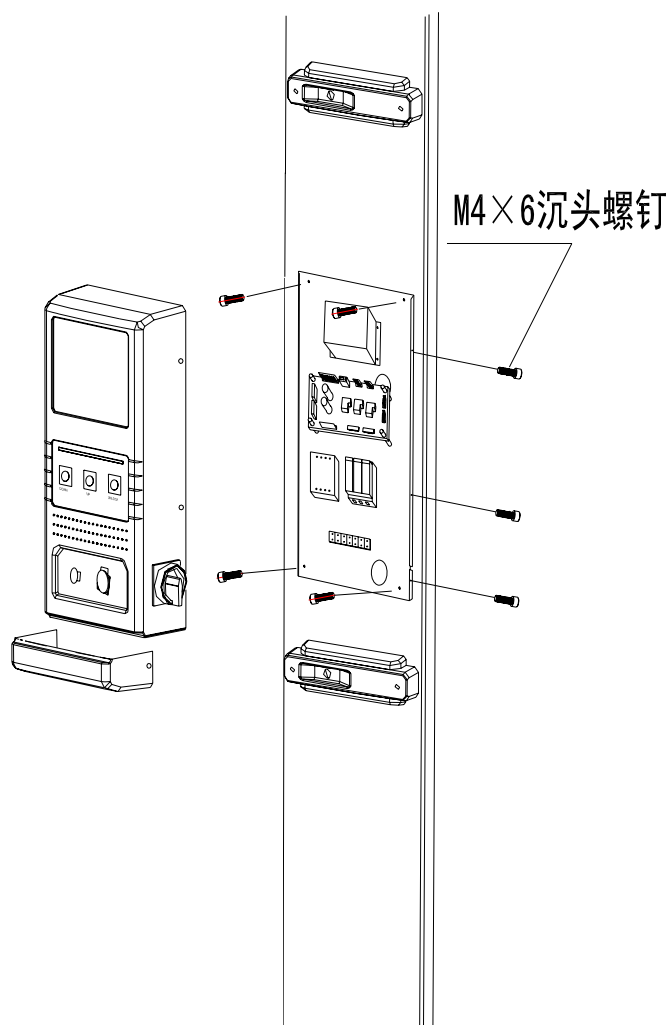

图 12
- 用 M5×12 螺钉、垫圈安装电控箱于立柱上（如图 12 所示）。
- 按图 12 所示连接电气线路。